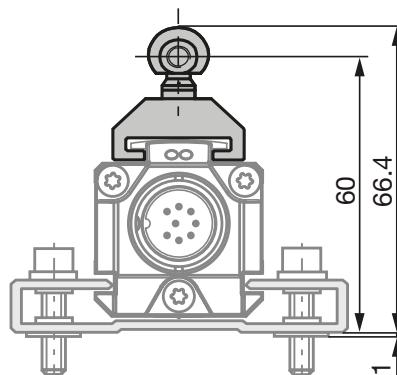
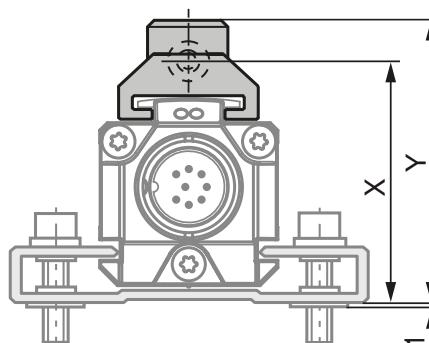
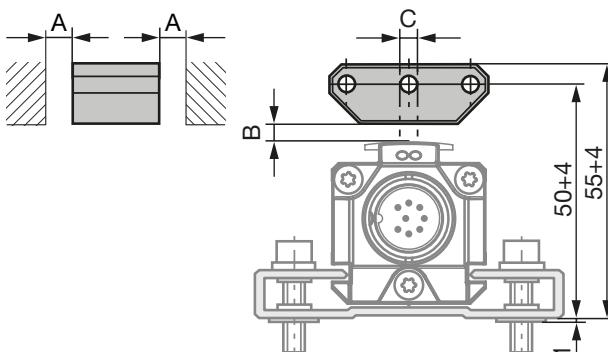
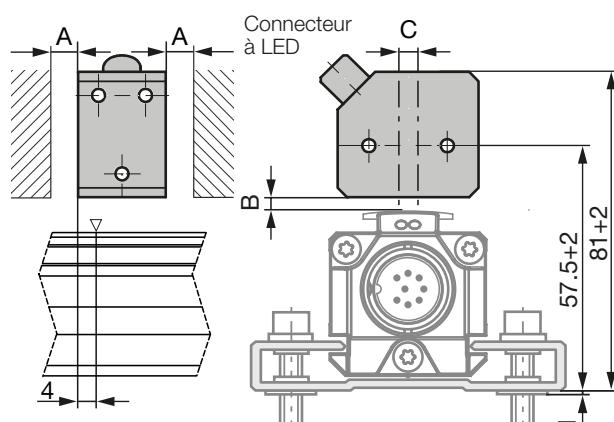

Fig. 4-1 : Dimensions et distances pour le capteur de position BTL5-F-2814-1S
Fig. 4-3 : Dimensions et distances pour le capteur de position BTL5-M/N-2814-1S
Fig. 4-4 : Dimensions et distances pour le capteur de position BTL5-P-3800-2
Fig. 4-8 : Dimensions et distances pour le capteur de position BTL5-P-4500-1 avec génération d'un champ électromagnétique (24 V / 100 mA)
- i** Le capteur de déplacement à construction profilée convient aussi bien aux capteurs de position libres, c'est-à-dire fonctionnant sans contact (voir Fig. 4-4 à Fig. 4-8), qu'aux capteurs de position guidés (voir Fig. 4-1 à Fig. 4-3).
- La distance A entre le capteur de position et les éléments en matériau magnétisable doit être au minimum de 10 mm (voir Fig. 4-4 à Fig. 4-8).
- Pour la distance B entre les capteurs de position et de déplacement ainsi que pour le déport des axes C, (voir Fig. 4-4 à Fig. 4-8), les valeurs suivantes doivent être respectées :
La plage de mesure est décalée de 4 mm en direction du connecteur du capteur de déplacement (voir Fig. 4-8).